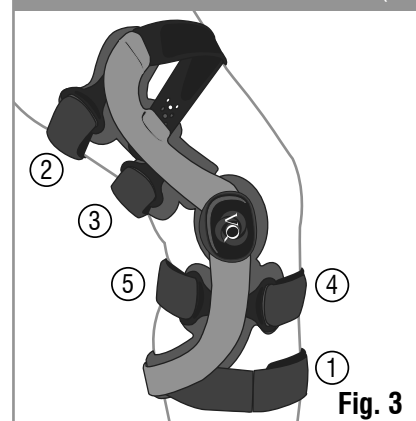
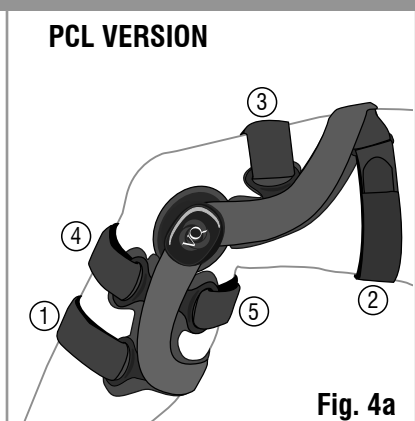

Fig. 3
Fig. 4a
- While maintaining the brace in line with the top of the patella, fasten straps 1-5 in sequence indicated on strap tabs and in Fig. 3. Straps should be comfortably tightened to properly secure brace. Do not overtighten.
① Fasten lowest shin strap securely.
② Fasten upper thigh strap securely.
③ Fasten lower thigh strap securely.
④ Fasten upper shin strap securely.
⑤ Fasten calf strap securely. This strap is most important in suspending the brace. Make sure that it sits on top of the calf muscle.
**NOTE:** For PCL configuration (Fig. 4a), steps 1 & 2 are the same. The strap on front of thigh will be fastened 3rd. The upper shin strap is fastened 4th and the posterior calf strap is fastened last.
Mientras mantiene la rodillera alineada a la parte superior de la rótula, fije las bandas 1-5 en la secuencia indicada en las lengüetas y en la Fig. 3. Las bandas deben quedar apretadas pero cómodas, de manera que fijen bien la rodillera. No apriete en exceso.
① Fije bien la banda inferior de la espinilla.
② Fije bien la banda superior del muslo.
③ Fije bien la banda inferior del muslo.
④ Fije bien la banda superior de la espinilla.
⑤ Fije bien la banda de la pantorrilla. Esta banda es la más importante para la suspensión de la rodillera. Asegúrese de que quede colocada en la parte superior del músculo de la pantorrilla.
**NOTA:** Para la configuración de LCP (Fig. 4a), los pasos 1 y 2 son los mismos. La banda de la parte delantera del muslo se fija en tercer lugar, la banda superior de la espinilla, de cuarta, y la banda posterior de la pantorrilla, de última.
- Tout en maintenant l'orthèse alignée avec le haut de la rotule, attachez les sangles 1 à 5 dans l'ordre indiqué sur les fermoirs des sangles et dans la Fig. 3. Les sangles doivent être confortablement serrées pour sécuriser de façon correcte l'orthèse. Ne serrez pas trop.
① Attachez bien la sangle de tibia la plus basse.
② Attachez bien la sangle supérieure de la cuisse.
③ Attachez bien la sangle inférieure de la cuisse.
④ Attachez bien la sangle supérieure du tibia.
⑤ Attachez bien la sangle de mollet. Cette sangle est la plus importante pour la suspension de l'orthèse. Assurez-vous qu'elle repose bien sur le haut du muscle du mollet.
**REMARQUE:** Pour une configuration de LCP (Fig. 4a), les étapes 1 et 2 sont identiques. La sangle sur le dessus de la cuisse sera attachée en troisième. La